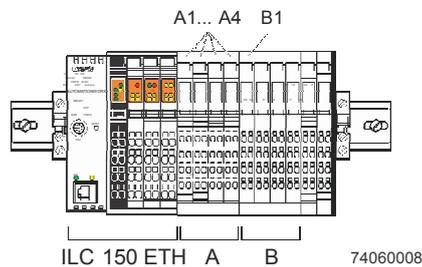

Рисунок 2-12 Штекеры, которые следует отсоединить при извлечении модуля Inline
- Если рядом с контроллером установлены модули Inline (Рисунок 2-12):
- Извлеките модуль Inline (A).